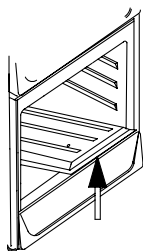

Figure 4
**b) Changement de l'injecteur du brûleur du four (Figures 4, 5, 6, 7)**